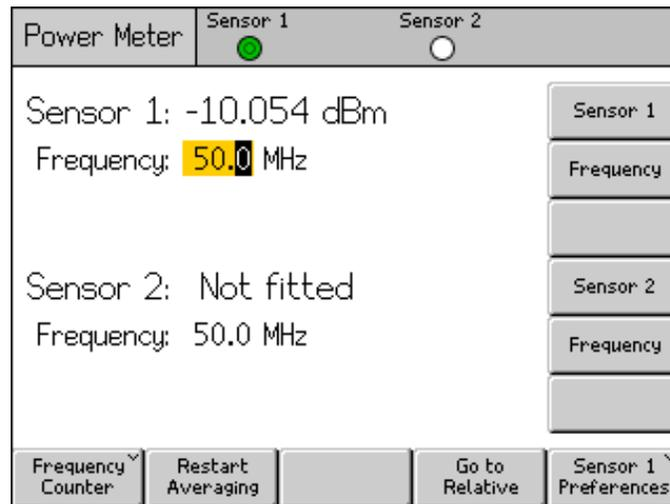

Figura 3-39. Tela Power Meter - Definição da frequência
Para obter medições válidas, a configuração de frequência para cada sensor conectado deve corresponder à frequência do sinal a ser medido. Para definir a frequência, pressione **MEAS** para exibir a tela Power Meter Readout (Leitura do medidor de potência). Pressione a tecla Frequency (Frequência) para selecionar o campo frequência para o sensor desejado (a tecla em frente ao campo de frequência Sensor 1 ou Sensor 2), conforme ilustrado na Figura 3-39. O valor da frequência pode ser ajustada com as teclas do cursor e com o botão de rolagem, ou inserido diretamente usando o teclado. Os valores de frequência permitidos são determinados pelo sensor conectado e, em geral, incluem 0 Hz.
1. Pressione **MEAS** para exibir a tela Power Meter readout (Leitura do medidor de potência), conforme ilustrado na Figura 3-39.